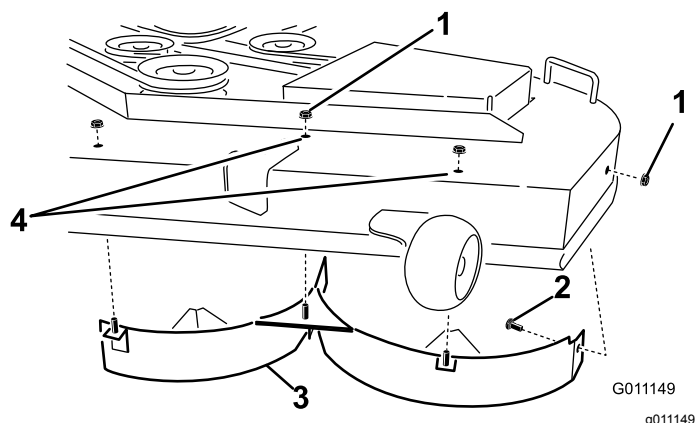

Figura 33
(Figura 33). Retire el perno de cuello cuadrado y la contratuerca, situados en la pared lateral de la carcasa del cortacésped, que sujetan el deflector izquierdo a la carcasa.
7. Retire el deflector izquierdo de la carcasa de corte según se muestra en Figura 33.
8. Localice los dos pernos entre las piezas sueltas y utilice las contratuercas existentes. Instale estas fijaciones en los taladros indicados en Figura 33 de la carcasa de corte para evitar que se arrojen residuos al aire. Instale el perno desde la parte inferior de la carcasa, y sujételo desde arriba con una de las contratuercas existentes.